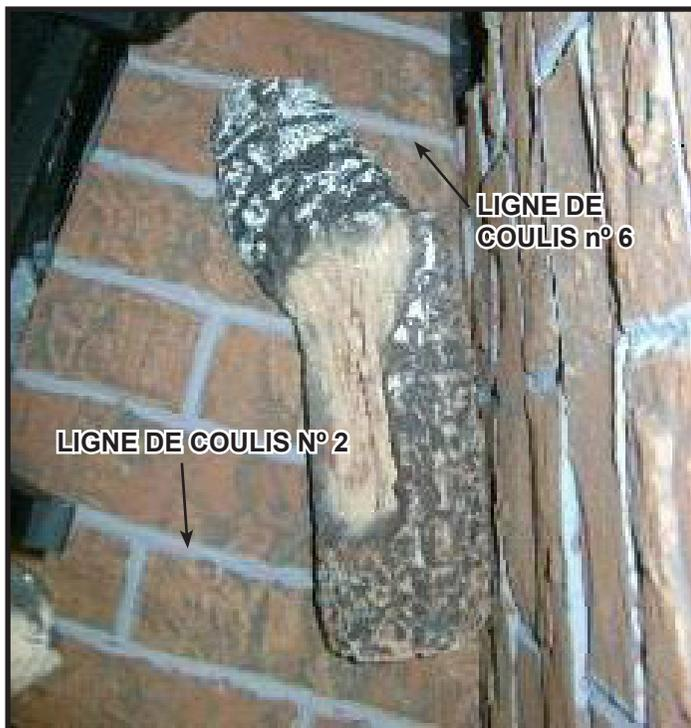

Figure 12.
**Bûche n° 7 (2281-707) :** Placez la bûche n° 7 dans l'appareil, comme il est indiqué à la figure 12. L'extrémité non brûlée de la bûche repose sur la seconde ligne de coulis à partir du rebord avant. L'extrémité brûlée de la bûche devrait reposer sur la sixième ligne de coulis. Le côté droit de la bûche devrait toucher la brique réfractaire du côté droit de la boîte à feu.